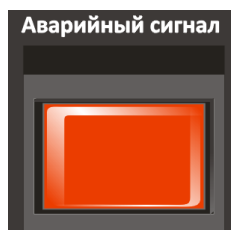

Рис. 4.45. Внешний вид кнопочного переключателя аварийного режима
- При нажатии переключателя аварийного режима (Рис. 4.45) на контроллере LPA-EVA-MA, система перейдет в состояние сброса аварийного режима.